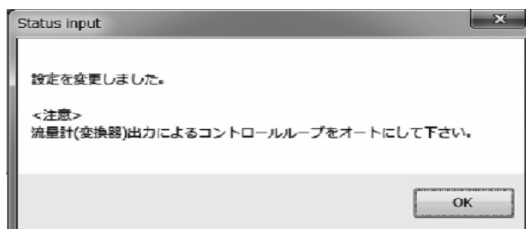

図60
- ⑦ 「OK」をクリックし、選択した設定値に変更されると、メッセージボックス(図60)が表示されますので、「OK」ボタンをクリックすれば設定は終了です。